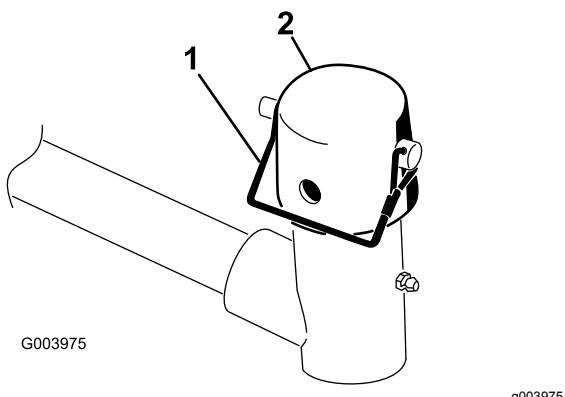

Figure 10
7. Retirez la goupille à fermoir et le capuchon de la chape de pivot du bras de levage (Figure 10).
11. Fixez le capuchon et l'arbre du bâti porteur à la chape du bras de levage avec la goupille à ferroir (Figure 10).